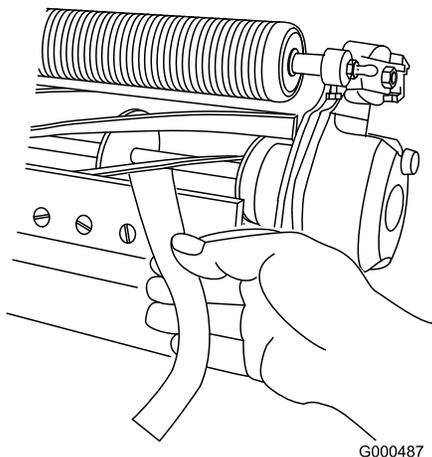

Bild 7
- B. Führen Sie einen langen Streifen des Schneidleistungspapiers senkrecht zum Untermesser (Bild 7) zwischen die Spindel und das Untermesser ein, drehen Sie die Spindel dann **langsam** nach vorne. Sie sollte das Papier zerschneiden. Wiederholen Sie ansonsten die Schritte A und B, bis das Papier zerschnitten wird.
11. Führen Sie einen langen Streifen des Schneidleistungspapiers (Toro Teilenummer 125-5610) senkrecht zum Untermesser (Bild 7) zwischen die Spindel und das Untermesser ein, drehen Sie die Spindel dann **langsam** nach vorne. Sie sollte das Papier zerschneiden. Drehen Sie sonst jede Einstellschraube des Untermessers um einen Klick nach rechts und wiederholen Sie diesen Schritt, bis das Papier zerschnitten wird.